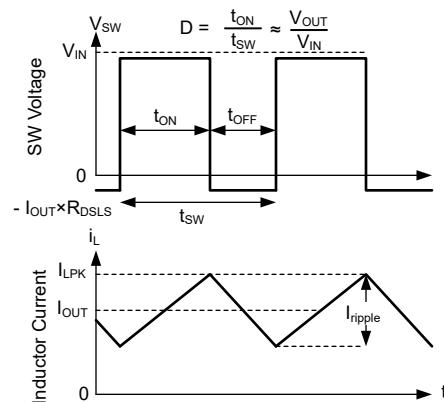

図 7-10. 連続モード (CCM) における SW 電圧とインダクタ電流の波形
TPSM656x0 の以下の動作の説明は、セクション 7.2 と 図 7-10 の波形を参照しています。両方とも、内蔵ハイサイド (HS) およびローサイド (LS) NMOS スイッチを各種デューティ サイクル (D) でオンにすることで、制御された出力電圧を供給します。HS スイッチのオン時間の間、SW 端子の電圧 (V_{SW}) は V_{IN} の付近までスイングし、インダクタ電流 (i_L) は線形的な傾きで増加します。HS スイッチは、制御ロジックによってオフにされます。HS スイッチのオフ時間 (t_{OFF}) の間、LS スイッチはオンにされます。インダクタ電流は LS スイッチを通して放電され、LS スイッチの両端の電圧降下によって V_{SW} をグランドより低い電圧まで強制的にスイングさせます。一定の出力電圧を維持するため、レギュレータ ループはデューティ サイクルを調整します。D は、HS スイッチのオン時間をスイッチング周期で割った値として次のように定義されます。D = $T_{ON} / (T_{ON} + T_{OFF})$ 。